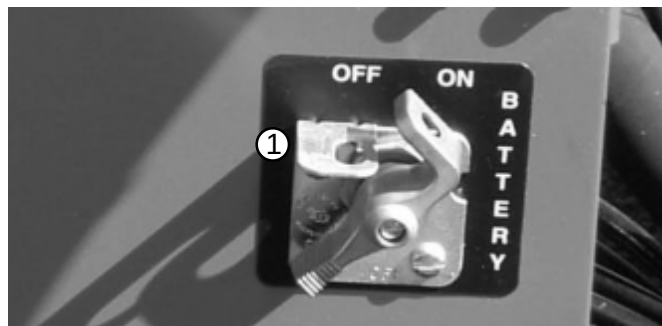

Fig. 8.15
1. Sätt **huvudströmbrytaren** i läge (1) i läge "Till" (se fig. 8.15).